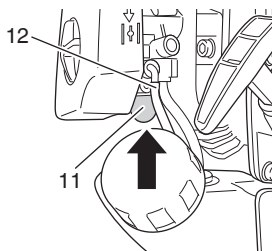

Fig. 9
- (2) Pressez la poire de la pompe d'amorçage (11) à plusieurs reprises pour que le carburant puisse s'écouler par le tuyau de retour (12). (Fig. 9)